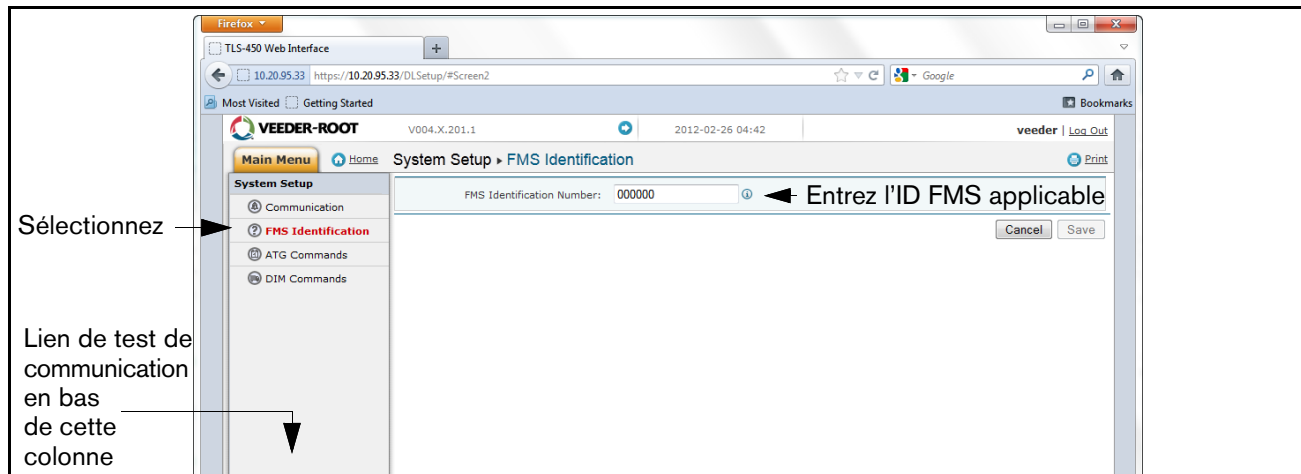

Figure B-14. Exemple d'entrée d'ID FMS
16. Sélectionnez l'écran « Identification FMS » et entrez le numéro à six chiffres d'identification du site FMS. Cliquez ensuite sur le bouton « Enregistrer » (voir la Figure B-14).